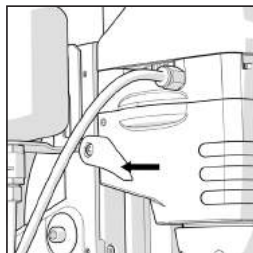

Fig. 13
- Zablokować głowicę tnącą na płycie trapezowej w żądanym położeniu. Dźwignia blokująca znajduje się na lewej dolnej skrzynce przekładniowej. **(Rys. 13)**